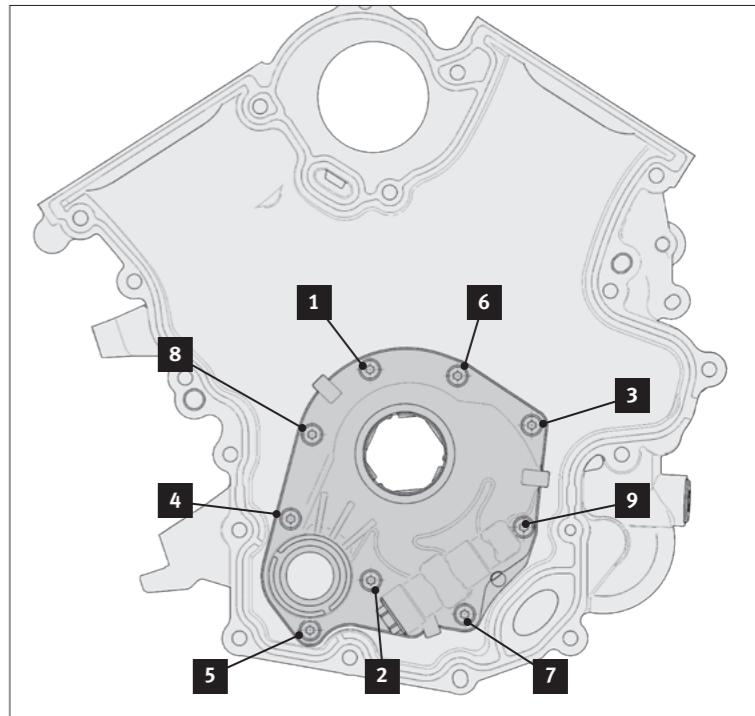

Abb. 2/Fig. 2/Puc. 2/图2
- Position the pump cover (2).
- Tighten the bolts (1) according to the specifications (Fig. 2).
- Mettre le couvercle de pompe (2) en place.
- Serrer les vis (1) suivant la consigne (Fig. 2).